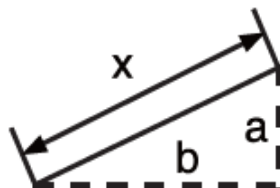

Figura 3
3. Medindo a hipotenusa do triângulo retângulo $\triangle$ (conforme mostrado na Figura 3)
Etapa 3: pressione e o instrumento calculará automaticamente a soma das duas áreas (Figura 3).